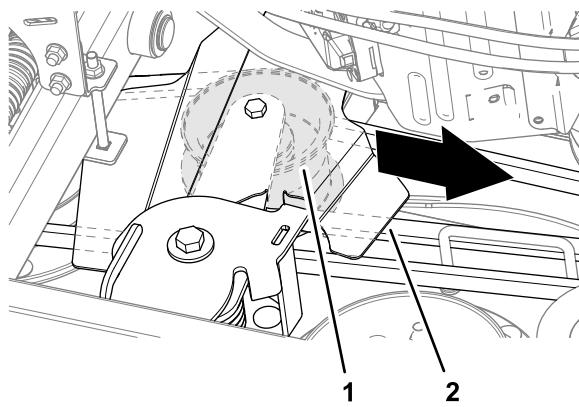

Bild 77
6. Ziehen Sie die Spannscheibe und die Abdeckung der Spannscheibe in Richtung Motor und ziehen Sie den Riemen von den Riemscheiben ab (Bild 77).